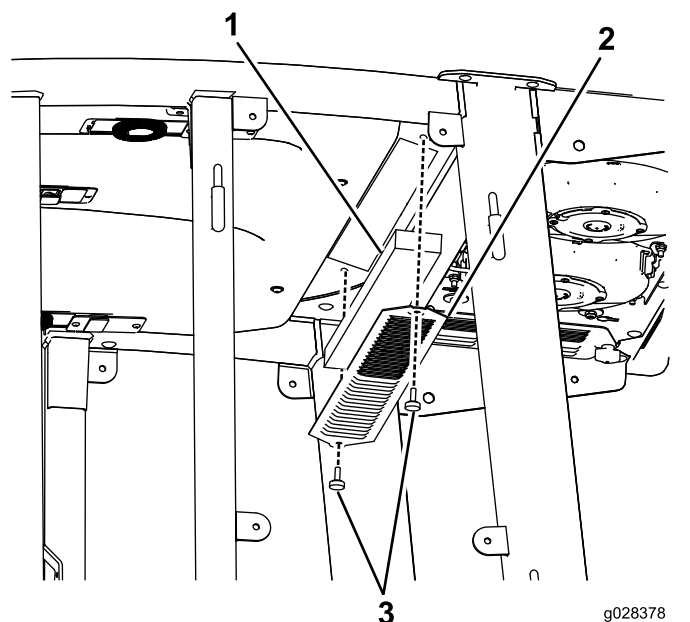

Figura 51
1. Retire los tornillos y las rejillas que cubren el filtro interior y el trasero de la cabina (Figura 51).